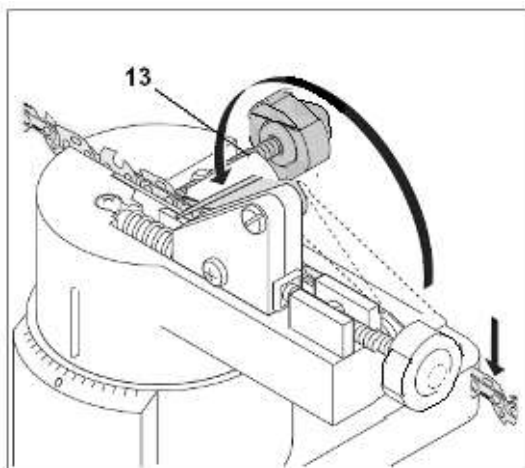

Рис. 11
- 1) Цепь зафиксирована в требуемом положении. Поверните фиксатор цепи (13) в положение позади зуба цепи. (рис. 11)